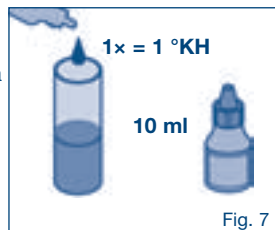

Fig. 7
1. Puede consultar la dureza de carbonatos en su empresa de suministro de agua o a través de un rápido test (Test de la gota, Fig. 7). En función de la dureza de carbonatos y del uso, puede elegir el ajuste del bypass y deducir la capacidad de filtración típica de la tabla 1-3 del capítulo 10.